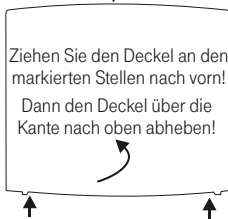

Bild 2: Öffnen der Telefonanlage
- Entfernen Sie den Deckel der Telefonanlage. Dazu ziehen Sie den Deckel wie im Bild 2 gezeigt, mit leichtem Zug in Pfeilrichtung nach vorn.
- Schließen Sie bitte das Gehäuse Ihrer Telefonanlage, in umgekehrter Reihenfolge wie in Bild 2 gezeigt.